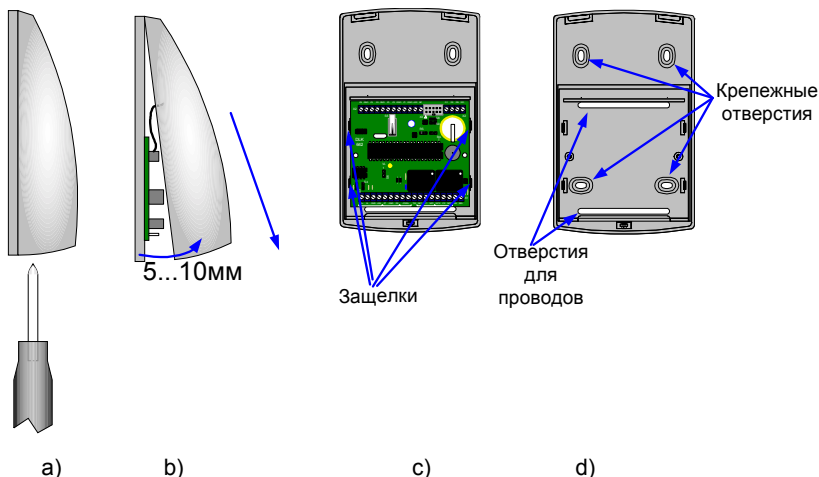

Рисунок 3.
- ослабьте винт в нижней части корпуса контроллера, см. рис. 3 а).
- аккуратно освободите из защелок печатную плату, размещенную в задней крышке корпуса, см. рис. 3 с).
- используя заднюю крышку контроллера как шаблон, см. рис. 3 д), отметьте и просверлите крепежные отверстия диаметром 6 мм на глубину установки дюбеля.
- вставьте переднюю крышку на место и закрепите ее винтом, см. рис. 3 а).